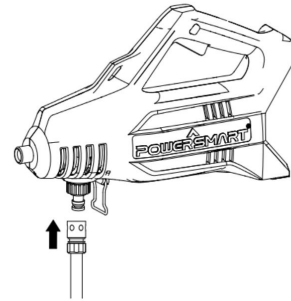

Fig.5
2. Coloque la casa como se muestra en la Fig.5.